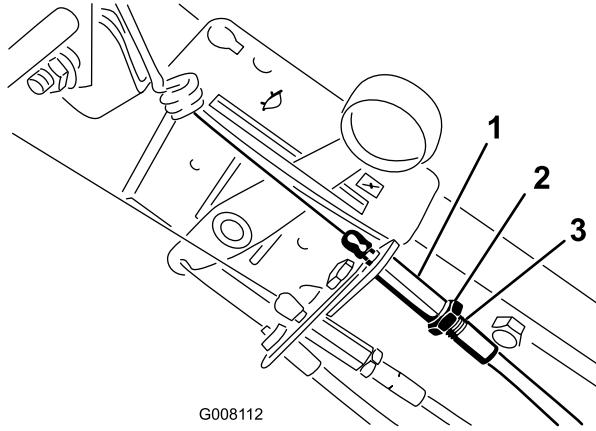

Figura 28
4. Vuelva a ajustar el tensor en el manillar de manera que quede expuesta una longitud de 1/4 pulg. (6 mm) de la rosca, y apriete la tuerca (Figura 28).